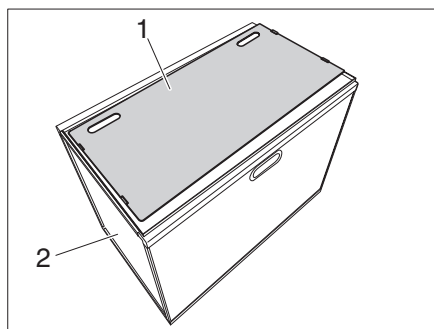
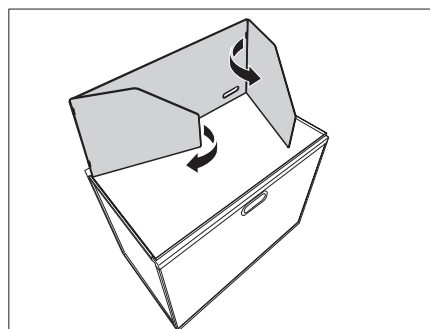

Fig. 19 Posizionamento della protezione antivento
Fig. 20 Montaggio delle parti posteriore e laterali
- Afferrare la protezione antivento (Fig. 19,1) del campbox e posizionarla sul cassetto con gavone (Fig. 19,2).
- Montare la protezione antivento come indicato in Fig. 19 e Fig. 20.